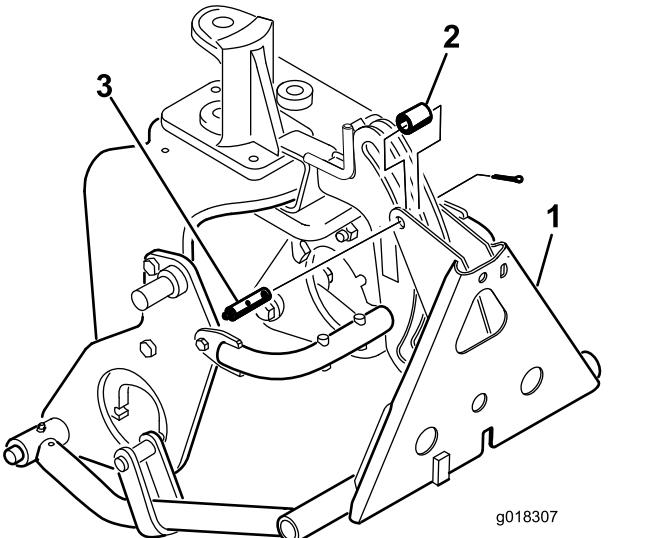

Figure 15
8. Fixez l'adaptateur au cadre d'attelage avec un tube, un axe de chape et une goupille fendue (Figure 15).